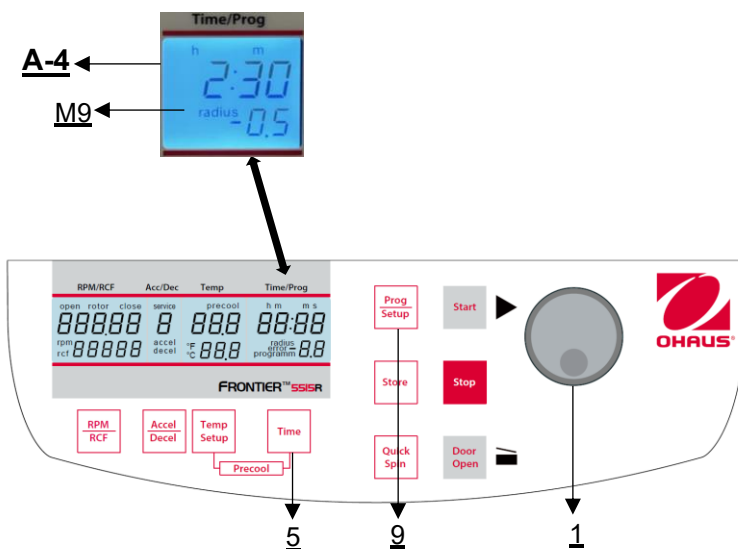

Abbildung 21
Schließen Sie zunächst den Zentrifugendeckel, drücken Sie dann gleichzeitig die Taste **"Time"** (5) und die Taste **"Prog/Setup"** (9) und halten Sie sie gedrückt (**siehe Abbildung 21**).